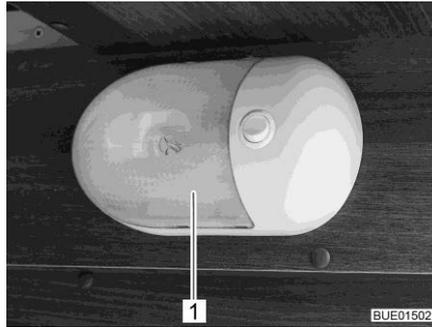

Bild 315 Aufbauleuchte
- Transparente Abdeckung (Bild 315,1) vorsichtig auf beiden Seiten zusammendrücken, leicht vom Schalter wegziehen und nach vorn abnehmen.